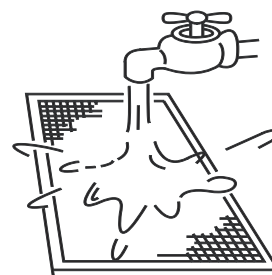

Рис. 5-16
b. Во время чистки водой приточная сторона фильтра должна быть направлена вниз (см. рис. 5-16).